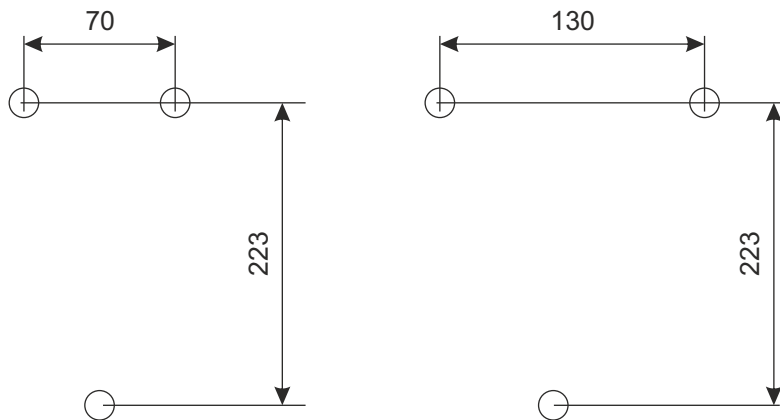

Рисунок 4. Разметка для крепления ПУ ЭПО-М1-4 и ПУ ЭПО-М1-6-30
4.5 Разметка для навески пульта ПУ ЭПО-М1 приведена на рис.4.